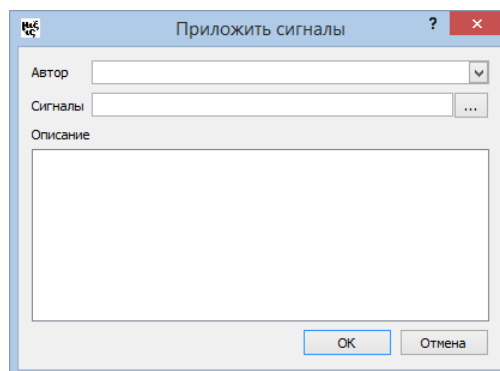

Рис.6 – Диалог «Приложить сигналы»
3.4.3. Для прикрепления сигналов БД, видео/аудио и ТЭП следует в окне истории изменений выбрать соответствующую запись и нажать кнопку **Приложить сигналы**. На экране появится диалог **Приложить сигналы**, представленный на рис.6